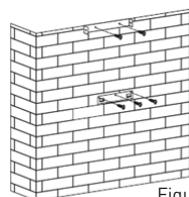

Figure 2
- Après avoir déterminé la hauteur d'installation, percez 5 trous de ø8 mm à un endroit approprié pour accueillir le crochet et le support de cheminée intérieure et veillez à ce qu'ils soient alignés. La position du support de cheminée intérieure correspond à l'emplacement de la cheminée. Voir figure 2.
- Vissez et resserrez le crochet sur le mur à l'aide des 3 vis (4 mm x 40 mm) et des chevilles murales fournies. Utilisez ensuite 2 vis ST4 de 40 mm pour fixer le support de cheminée intérieure. Voir figure 2.